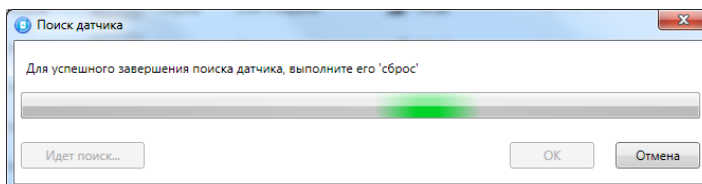

Рис. 8.7. Регистрация радиопередатчика
- 6.4. После нажатия кнопки *OK* начнется поиск радиопередатчика контроллером в течение 30 секунд (рис. 8.7). В течение этого времени необходимо **установить в радиопередатчик основной элемент питания CR123A**.